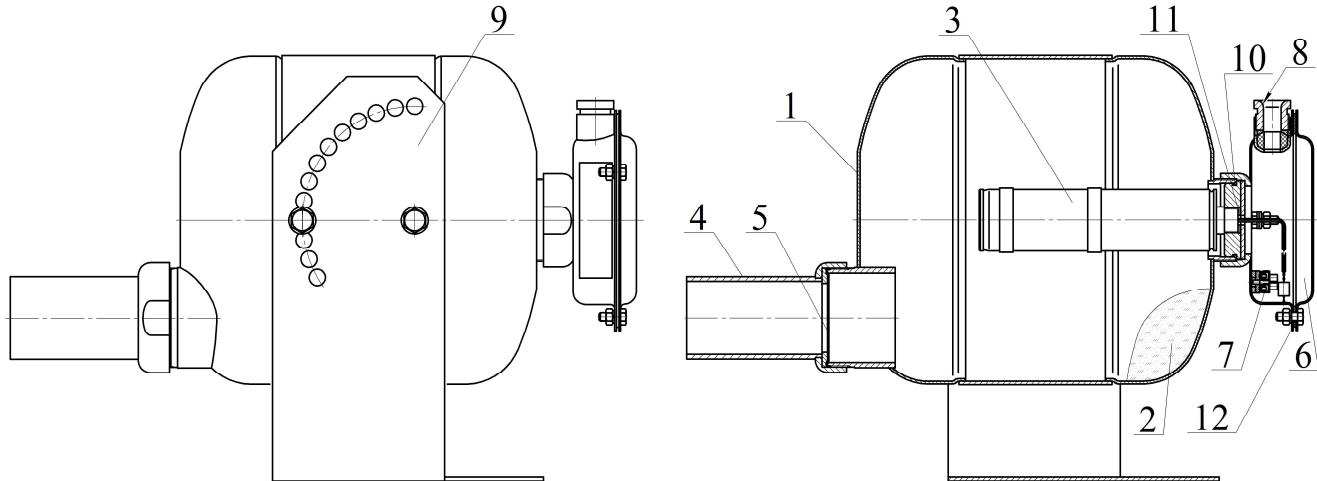

Рисунок 1
МПП (см. рисунок 1) состоит из корпуса **1**, в котором размещаются огнетушащий порошок (ОП) **2** и источник холодного газа (ИХГ) **3**.
2.1.3 Закрепить кронштейн 9 (см. рисунок 1) на потолке, стене или иной несущей плоскости, расположенной под любым углом относительно поверхности по-